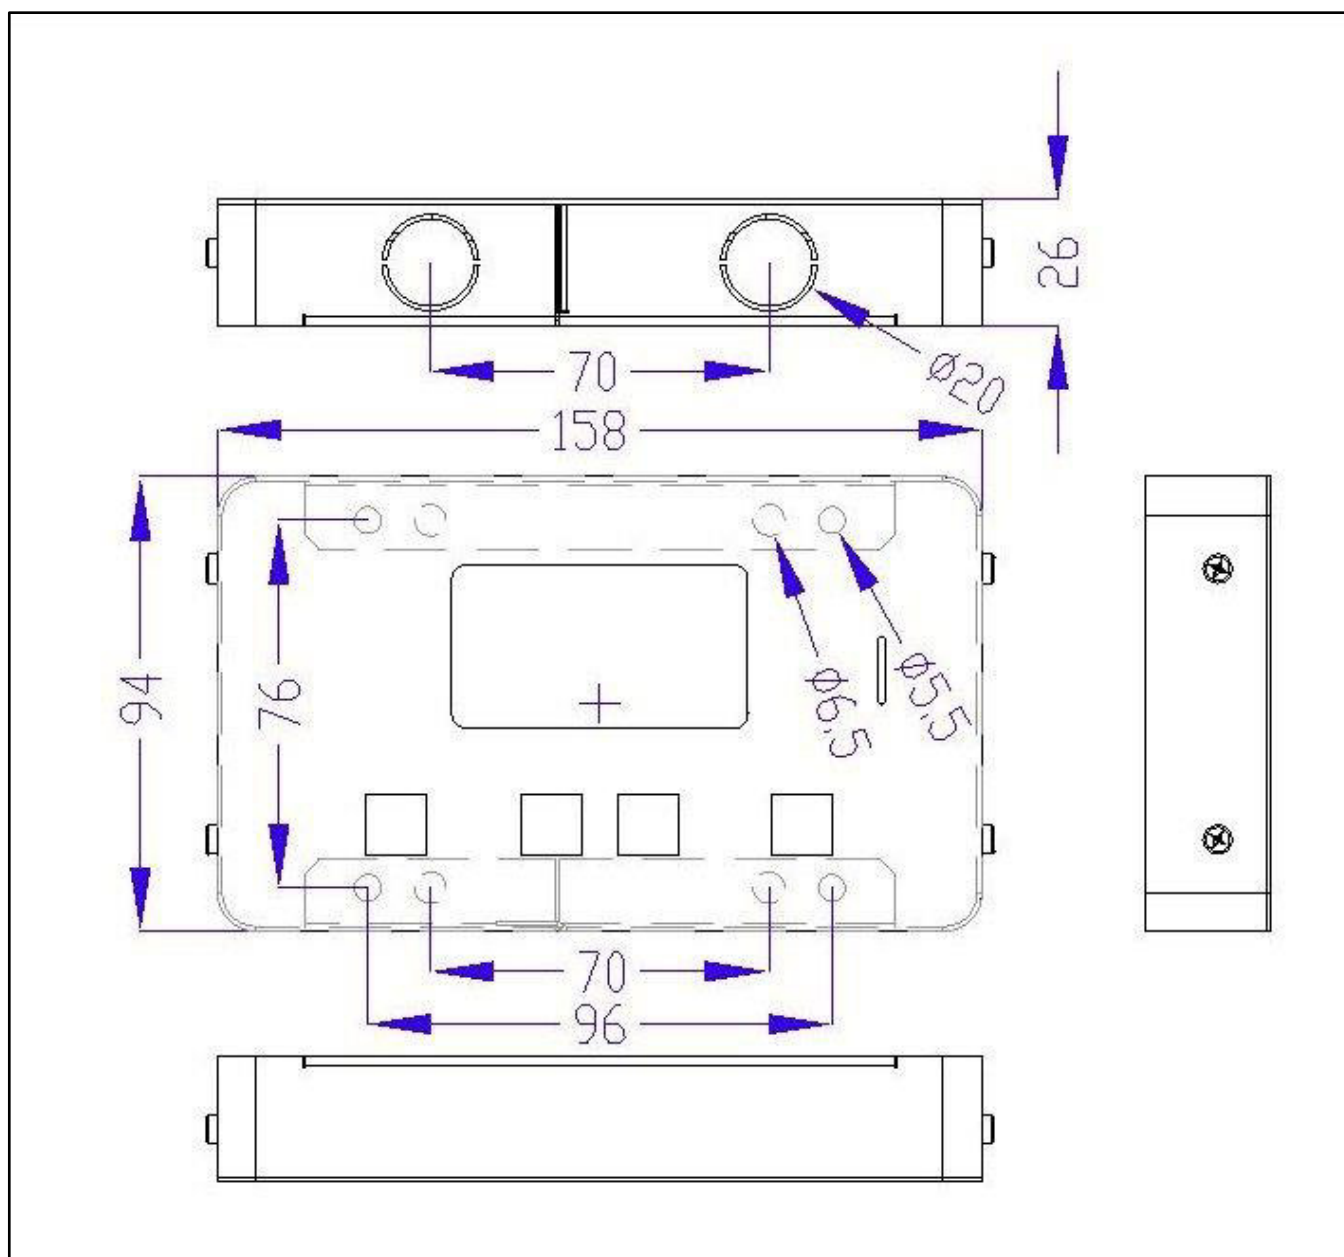

Fig.4 - Dimensions mécaniques
- 1) Installez le WRD dans un endroit sec, il dispose de deux options de fixation: depuis le panneau et avec le corps (Fig.4)
- 2) La partie arrière donne accès aux connexions électriques (Fig.4). La connexion d'alimentation et la connexion **WBUS** sont du type à terminal amovible, faciles à câbler. Branchez les câbles correctement. Si l'alimentation provient de la batterie, il est recommandé de l'utiliser avec un fusible (0.5A) pour la protéger. Enfin, s'il est utilisé, connectez également le câble Ethernet.